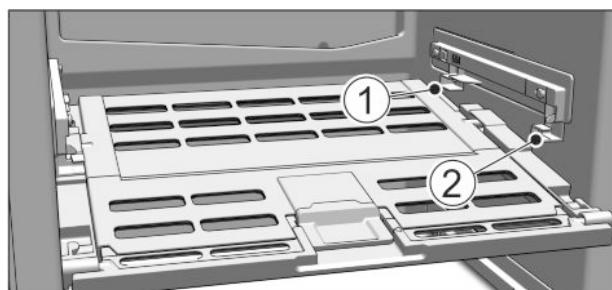

Fig. 16
- Установка крышки отделения с функцией для хранения овощей и фруктов Fruit & Vegetable-Safe: Вставить попречные ребра крышки через низ в задний держатель Fig. 16 (1) и защелкнуть спереди на держателе Fig. 16 (2).